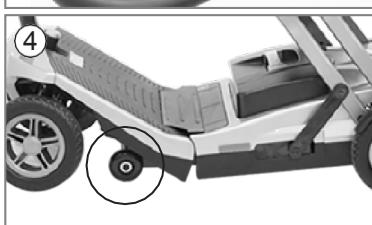

Bild 19
**Så här fäller du ihop scootern (bild 19):**